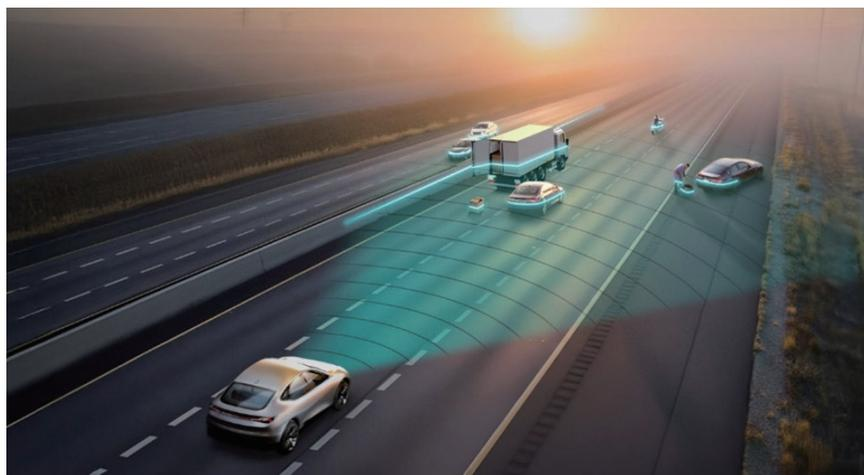

图1: 4D 成像雷达可提供高分辨率数据，包括道路上物体的高度
结合距离、水平位置和速度数据，ADAS 功能可以检测物体并区分道路上的碎屑、障碍物、车辆、路面、行人，甚至是蹲在车辆旁更换轮胎的人员。这些感应功能可实现车辆周围物体的高分辨率可视化 (图 1)。
3. 文章最好配有 2-4 幅与内容有关的插图或图表。插图、图表按图 1、图 2、表 1、表 2 等依次排序, 编号与文中的图表编号一致。